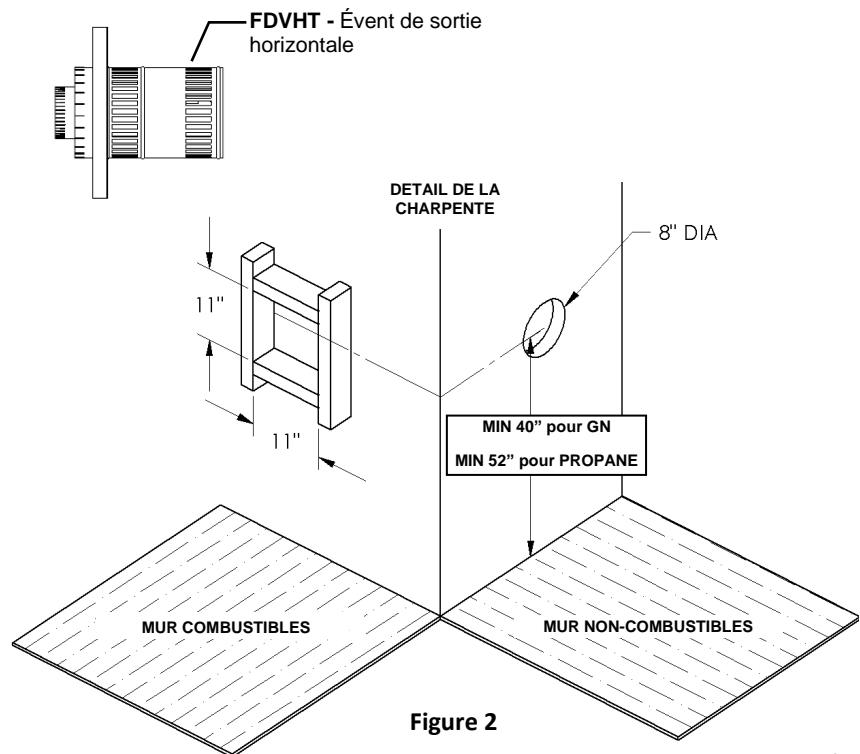

Figure 2
- Pour déterminer la distance minimale entre le plancher du foyer et le centre de l'évent voir la page Comment encastre votre foyer. Percez le mur en prévoyant un espace pour un manchon de 11po px11po (diamètre intérieur) pour les murs combustibles et un manchon de 8po de diamètre pour les murs non combustibles. (voir figure 2)
Comme il est très important que le système d'évacuation maintienne un équilibre entre l'entrée d'air de combustion et la sortie de fumée, certaines restrictions de configuration de conduit d'évacuation s'appliquent et doivent être strictement respectées. Référez-vous au tableau montrant la relation entre les conduits d'évacuation verticaux et horizontaux pour déterminer la longueur des différents conduits. La longueur maximale est de 20p/ 6.1m lorsque la longueur verticale est de 7pi/ 2.1m (figure 2) N.B. : Pour chaque 12po de conduit horizontal il doit y avoir 1/4po de conduit vertical. Vous pouvez installer un maximum de 2 coudes à 45 degrés sur un conduit horizontal. Pour chaque coude à